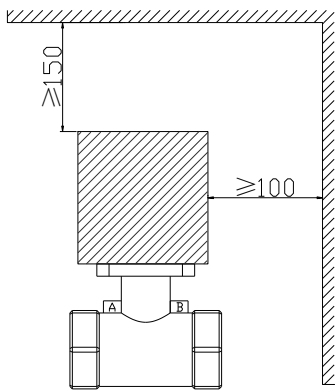

图 1
1. 必须预留执行器足够的拆装空间, 如图 1, 执行器距离顶端不小于 150mm, 距离左右两侧不小于 100mm。